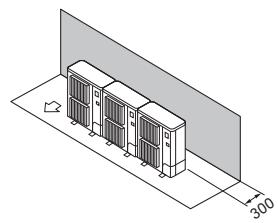

Fig. 2-9
① Εμπόδια στην πίσω πλευρά μόνο (Fig. 2-9)